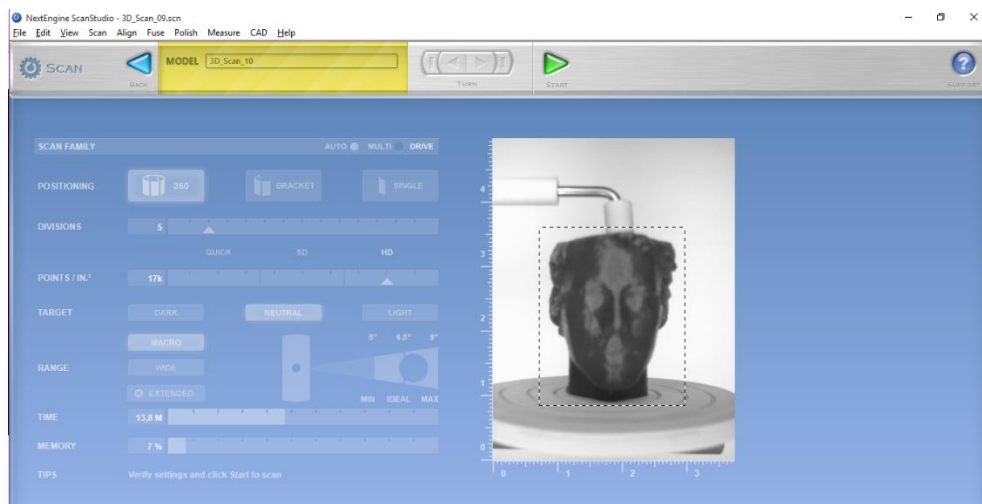

Figura 20. Configuraciones iniciales del modelo.
4. Una vez que se selecciona el botón Scan, se mostrará una ventana como se muestra en la Figura 20.